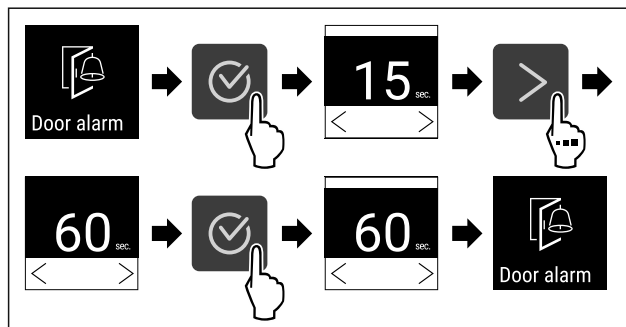

Fig. 117
- ▶ Выполните шаги действия (см. Fig. 117).